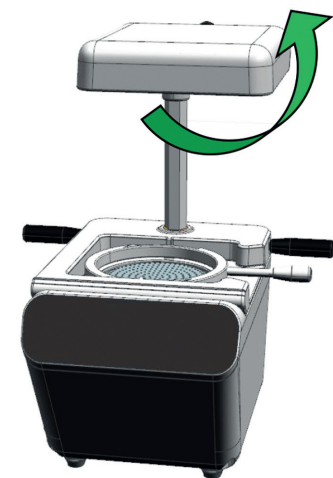
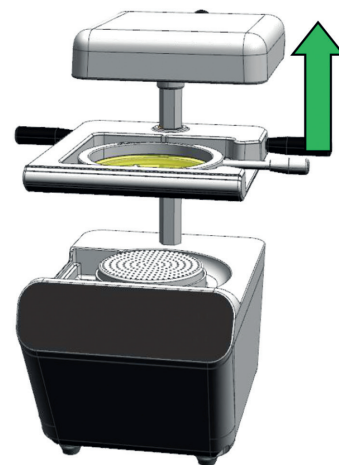

图1
图2
2. 如果需要使用钢珠，请将钢珠碗正放置在设备的不锈钢网上再倒入适量的钢珠，如果不需要使用钢珠，请将钢珠碗反放置在设备的不锈钢网上。将上盖旋转至后方（图1），再将选择好的成型片放置在成型机下活动座上，并顺时针旋紧上活动座，缓慢提升活动座组至上方（图2）。